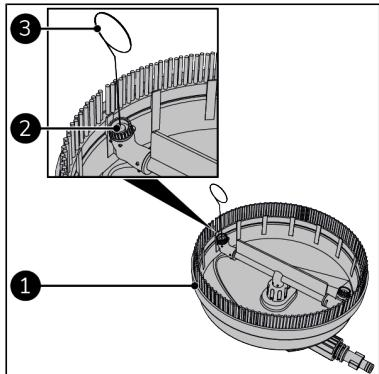

Figure 88.
3. Retirez le nettoyeur de sol (Figure 88, pos. 1) de la rallonge de la lance (Figure 70, pos. 2).
4. Nettoyez les deux buses (Figure 88, pos. 2) avec la tige de nettoyage (Figure 88, pos. 3).